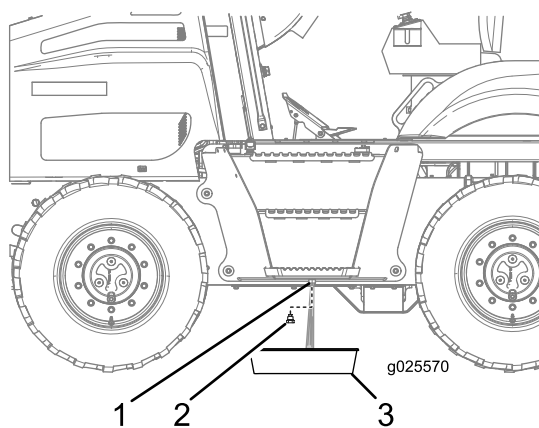

Figura 76
3. Svitare il tappo di spurgo dal serbatoio e spurgate l'acqua (Figura 76).
4. Quando vedete il carburante pulito, montate il tappo di spurgo e serratelo (Figura 76).